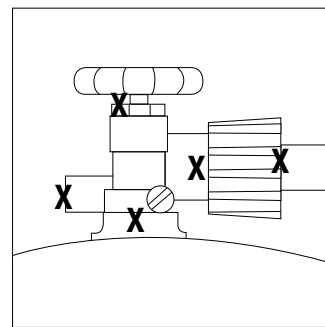

Figura 4a
9. En caso de que el encendedor no encienda el quemador, use una cerilla encendida colocada en la vara de encendido que se acompaña para encender los quemadores manualmente. Gane acceso a los quemadores por el espacio entre la rejilla de cocción y las placas de distribución de calor. Acerque la llama de la cerilla al lado del quemador (vea Figura 4a y 4b).